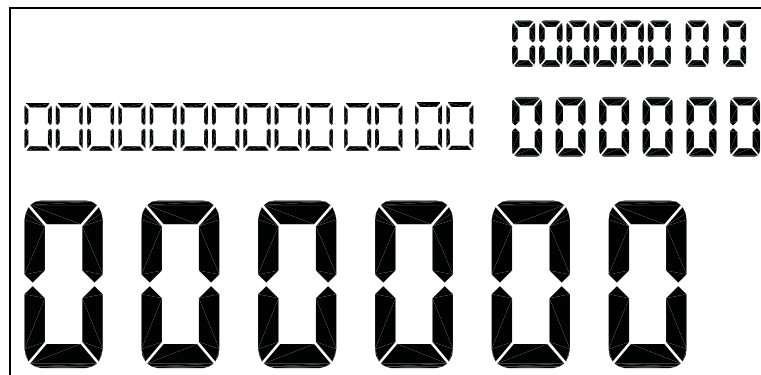

Abbildung 4. Alle Nullen in den Anzeigefeldern aktiviert
- In den vier Werte-Anzeigefeldern erscheinen Nullen (siehe Abbildung 4)